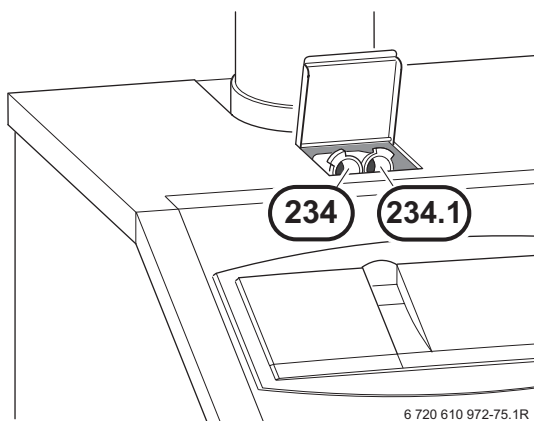

Fig. 87
- Rimuovere il tappo della presa di analisi aria comburente (234.1), (fig. 87).
- Rimuovere il tappo della presa di analisi combustione gas (234), (fig. 87).
- Riapplicare il tappo di chiusura alla prese di analisi (234).